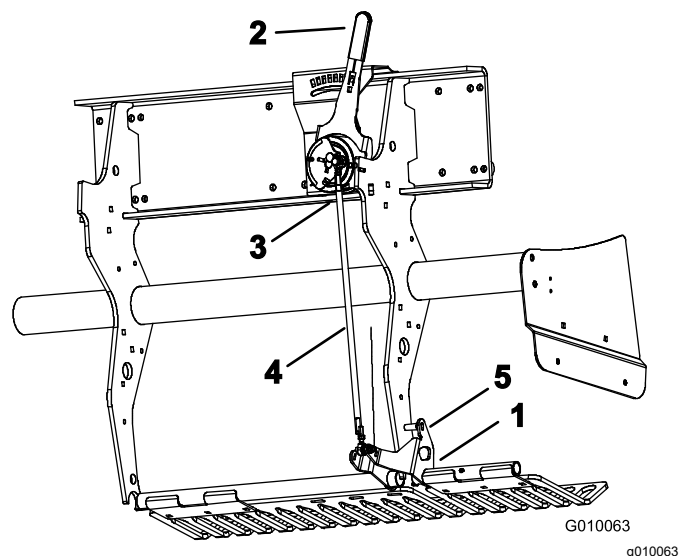

Рисунок 60
2. Поверните монтажный кронштейн левого травотбойника (**Рисунок 60**) вверх так, чтобы между кронштейном и трубой настройки глубины, приваренной к раме, можно было ввести стопорный штифт, например стержень или болт диаметром 8 мм.
3. Переведите рычаг регулировки глубины аэрации (**Рисунок 60**) на настройку Н (самую глубокую).
4. Отсоедините наружный шариковый выключатель (Рисунок 60) от жгута проводов (переключатель «Вал опущен»).
5. Ослабьте контргайки (левую и правую) на тяге регулировки глубины аэрации (Рисунок 60).